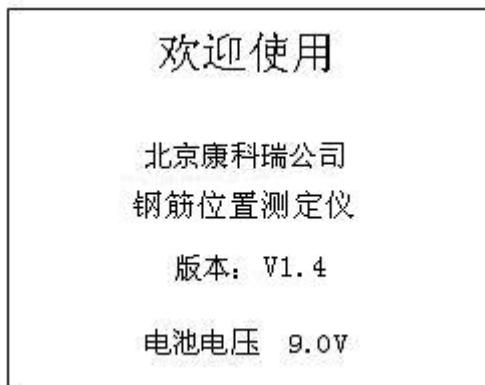

图 3-1 启动界面
按下仪器面板的①键，仪器上电，开始工作，启动界面如图 3-1 所示。